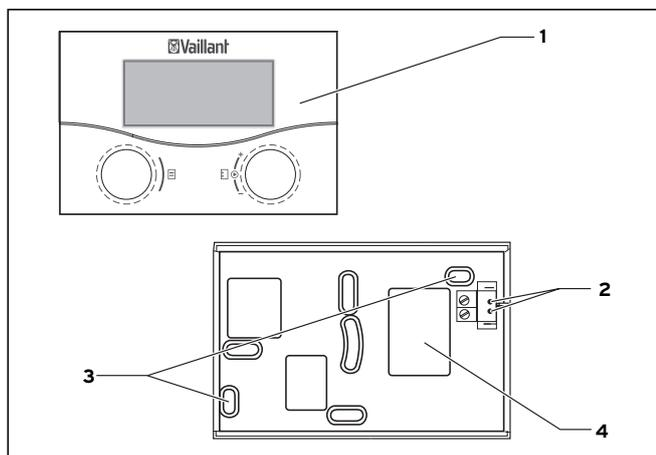

Fig. 3.2 Montaje como aparato de mando a distancia
- Realice dos perforaciones para la sujeción (3) con un diámetro de 6 mm (según la fig. 3.2) e introduzca los tacos adjuntos.
- Introduzca el cable de conexión por una guía de cables (4).